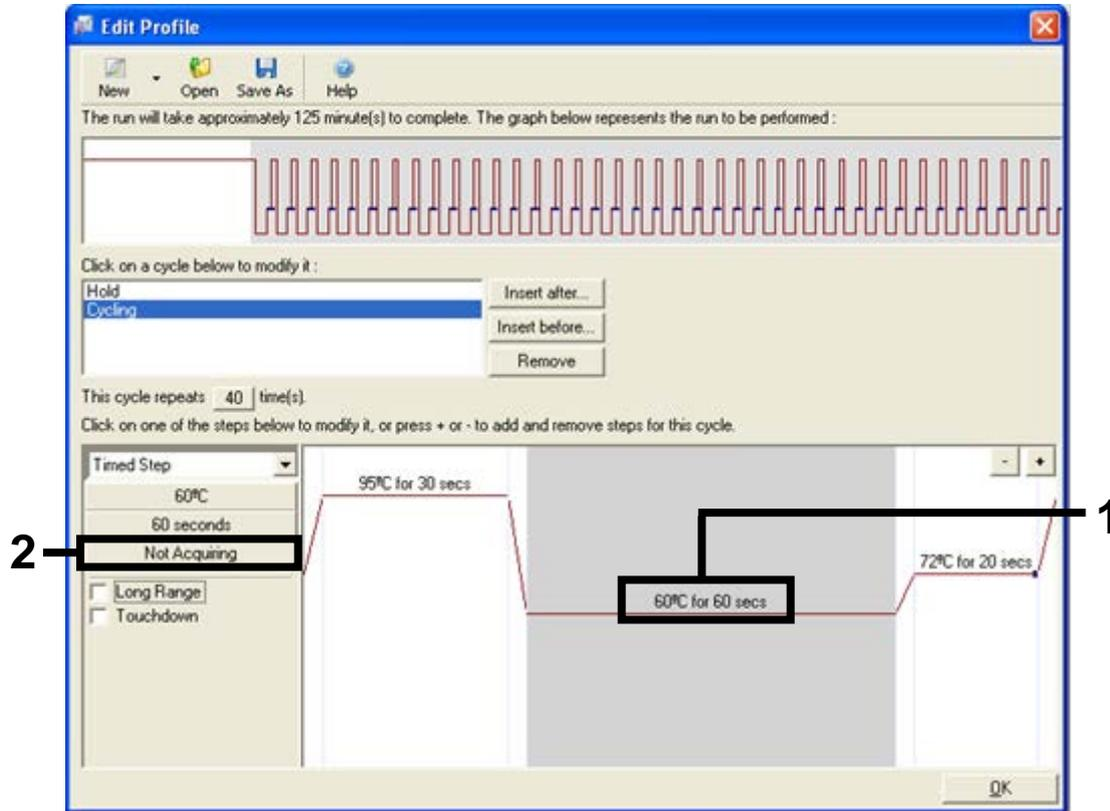

Figure 27. Étape du cycle à 60 °C (1 = paramètres de temps et de température pour l'étape 2, 2 = bouton « Not Acquiring » (pas d'acquisition)).
9. Mettre en surbrillance la seconde étape et régler sur « 60°C for 60 secs » (60 °C pour 60 secondes). Autoriser l'acquisition de données lors de cette étape en sélectionnant le bouton « Not Acquiring » (pas d'acquisition) (figure 27).